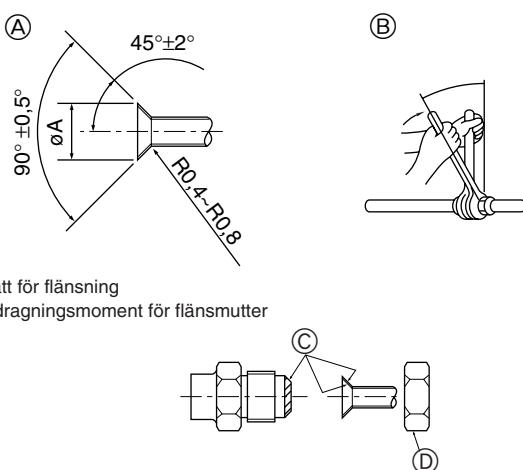

Fig. 5-1
5.2. Anslutningsrör (Fig. 5-1)
Ⓐ (Fig. 5-1)
Ⓑ (Fig. 5-1)